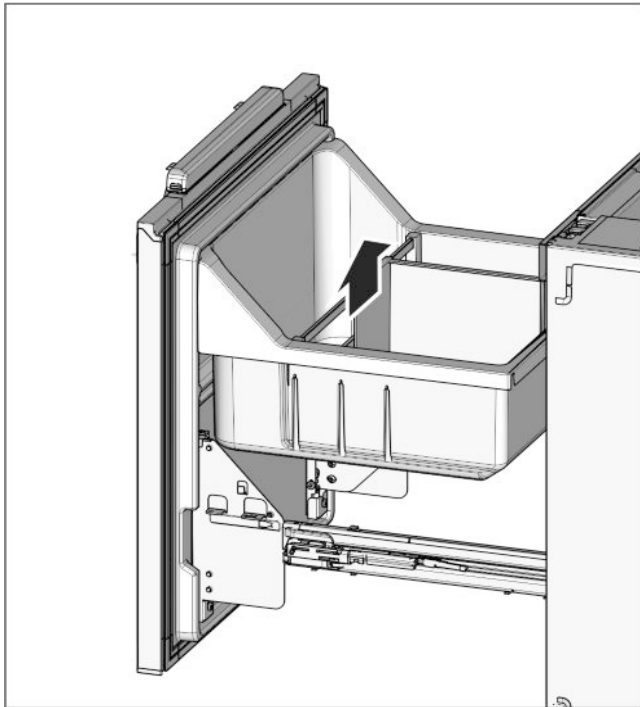

Fig. 25
- ▶ Flaschenabsteller Fig. 25 (32) und Gemüseschale Fig. 25 (31) wieder einsetzen.